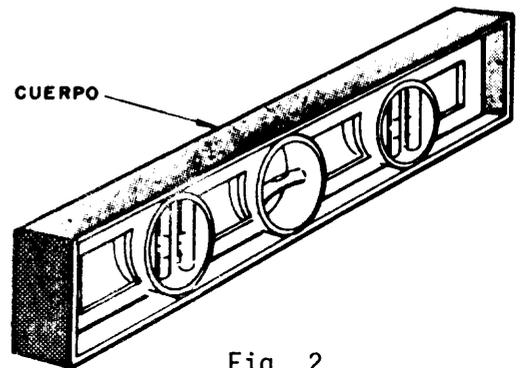

Fig. 2
- b) *El cuerpo del nivel:* Es una especie de regla gruesa, hecha de aluminio, plástico u otros materiales, en cuyo interior se han situado uno, dos o más meniscos, según el uso a que esté destinado (fig. 2).